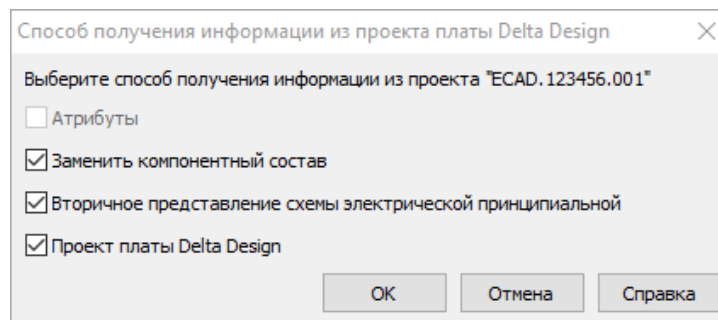

Рис. 15. Окно «Способ получения информации из проекта Delta Design»
4. Откроется окно «Способ получения информации из проекта Delta Design», см. Рис. 15.